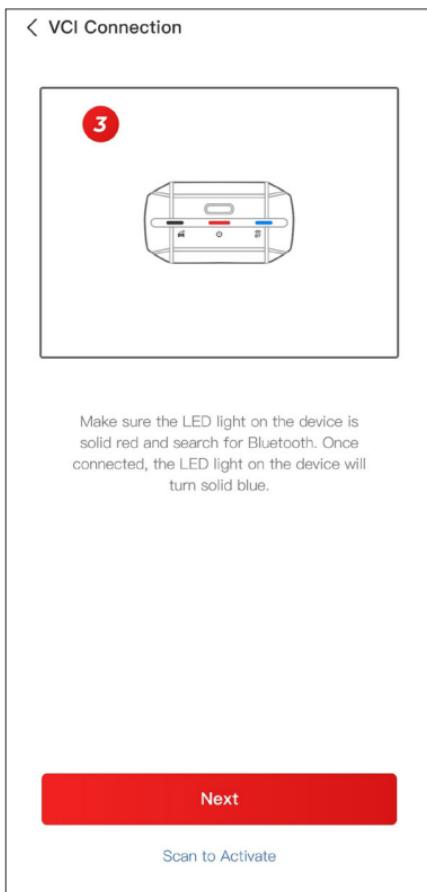

Рисунок 3-6
③ Убедитесь, что светодиодная лампа на устройстве горит постоянным красным цветом и ищет Bluetooth. Как только соединение установлено, светодиодная лампа на устройстве изменит цвет на постоянный синий (см. Рисунок 3-6).